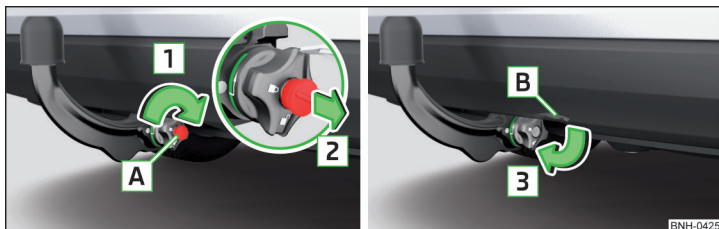

Fig. 126 Încuiți încuietoarea și scoateți cheia/așezați capatul pe încuietoare
- > Rotiți cheia **A** în sensul săgeții **1**, astfel încât săgeata de pe cheie să fie orientată spre simbolul **B** » fig. 126.